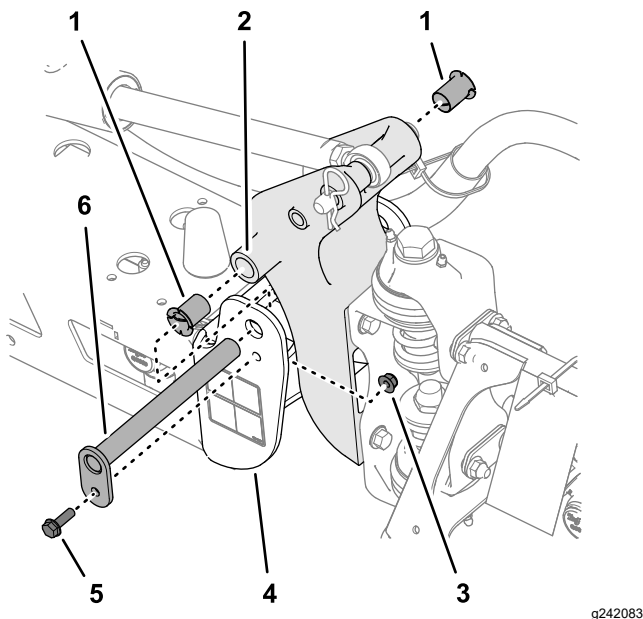

Figure 111
3. Retirez le boulon et l'écrou qui fixent l'axe de pivot puis déposez l'axe (**Figure 111**).
5. Déposez et examinez les bagues en nylon à l'avant et à l'arrière du support de pivot (**Figure 111**).
6. Lubrifiez les bagues en nylon avec un peu d'huile et posez-les dans le support de pivot (**Figure 111**).
7. Alignez les trous du support de pivot et les trous du profilé d'extrémité (**Figure 111**).